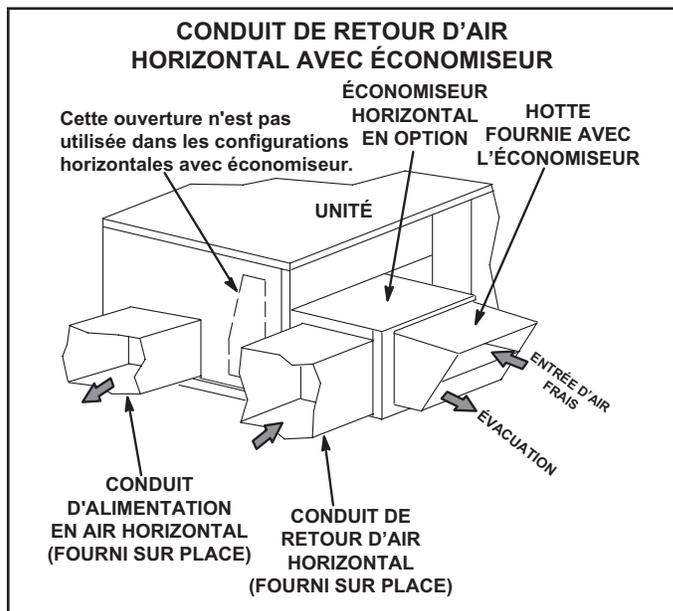

FIGURE 5
- 4- Installez le conduit de retour d'air sur le côté air d'admission de l'économiseur horizontal. Reportez-vous à la FIGURE 5.